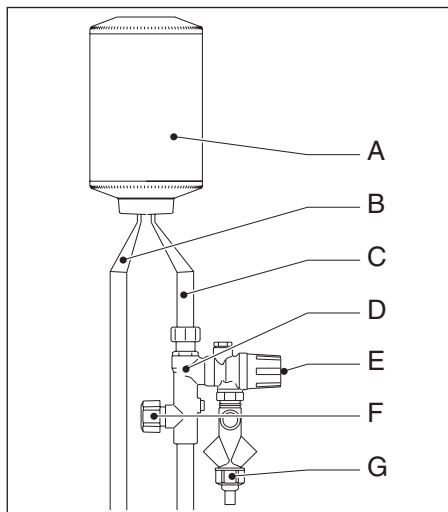

Fig. 2 Principewerking
- Sluit de stopkraan van de inlaatcombinatie (fig. 2);
Controleer regelmatig of de ontlastklep (fig. 2) ongehinderd expansiewater uit de boiler afvoert. Om kalkafzetting in de ontlastklep te voorkomen, dient u deze regelmatig te bedienen.